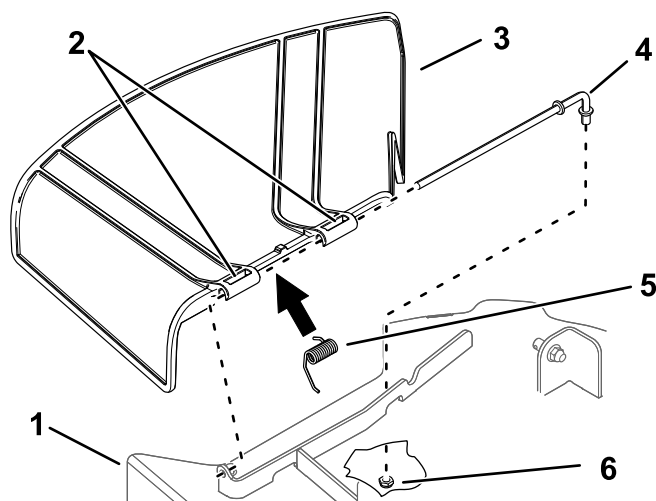

Figura 78
2. Glisați tija în afara suportului punii, arcului și a deflectorului pentru iarba (Figura 78).
4. Montai deflectorul pentru iarba nou (Figura 78).
7. Glisați tija prin cel de-al doilea pivot al deflectorului pentru iarba (Figura 78).
9. Fixați capătul din spate al tijei la mâna de tuns iarba cu o piuliță ($\frac{3}{8}$ ") așa cum se arată în Figura 78.
1. Îndepărtați piulița ($\frac{3}{8}$ ") de la tija de sub mâna de tuns iarba (Figura 78).